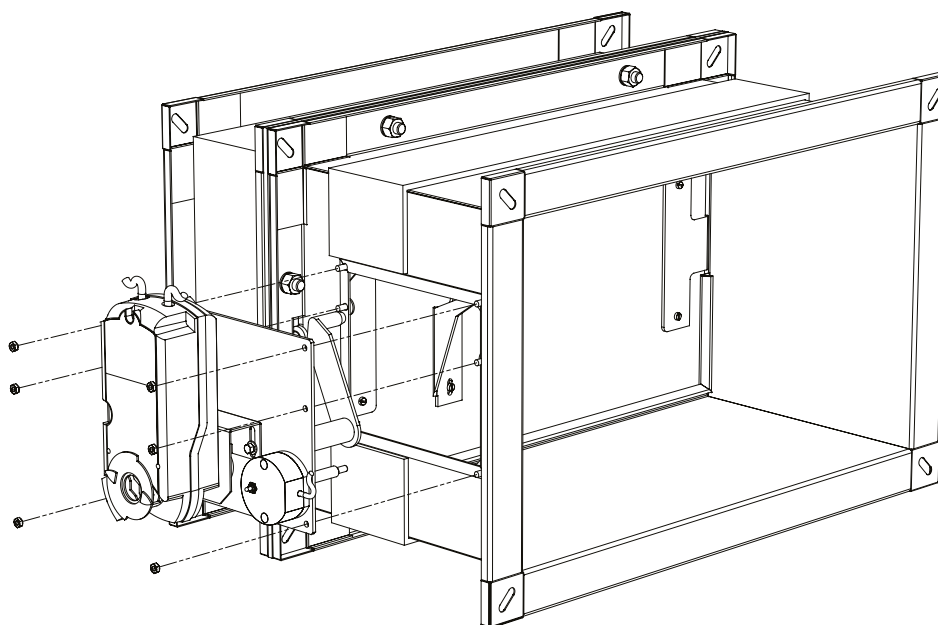

FIG. 10 Estrazione piastra motorizzata
- 4 - Svitare i 6 dadi di fissaggio della piastra (come in FIG. 10);